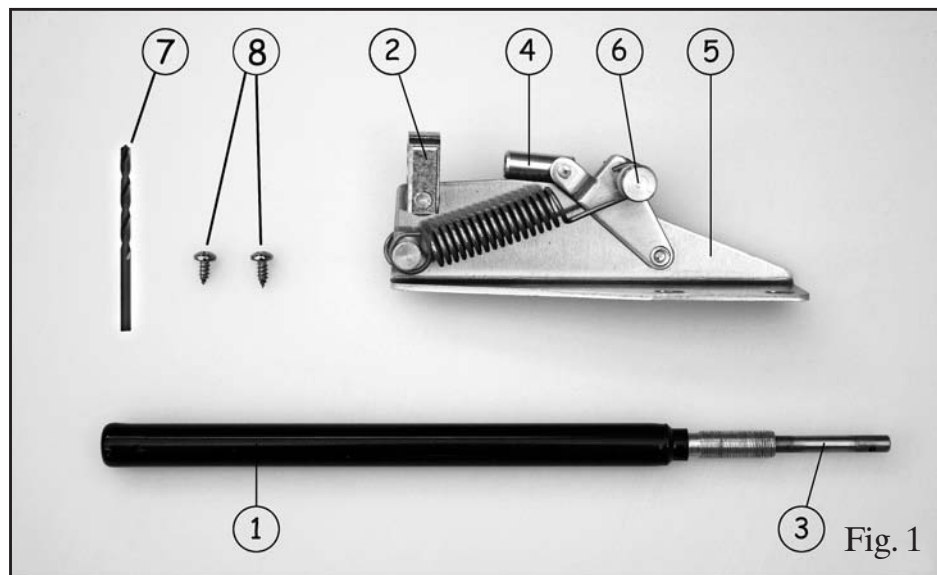

Fig. 1
#### COMPONENTS : SEE FIG.1+2
#### KOMPONENTEN: Siehe Abb.1.
1. Voir figure 1